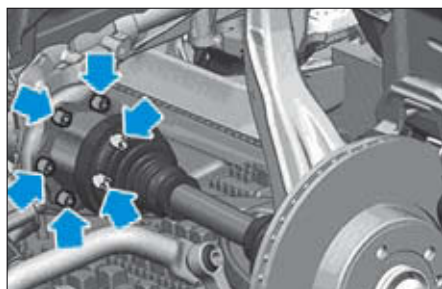

FIG. 3
- Dévisser les 6 vis de fixation (flèches) de l'arbre de transmission sur l'arbre de sortie de boîte (Fig.3).